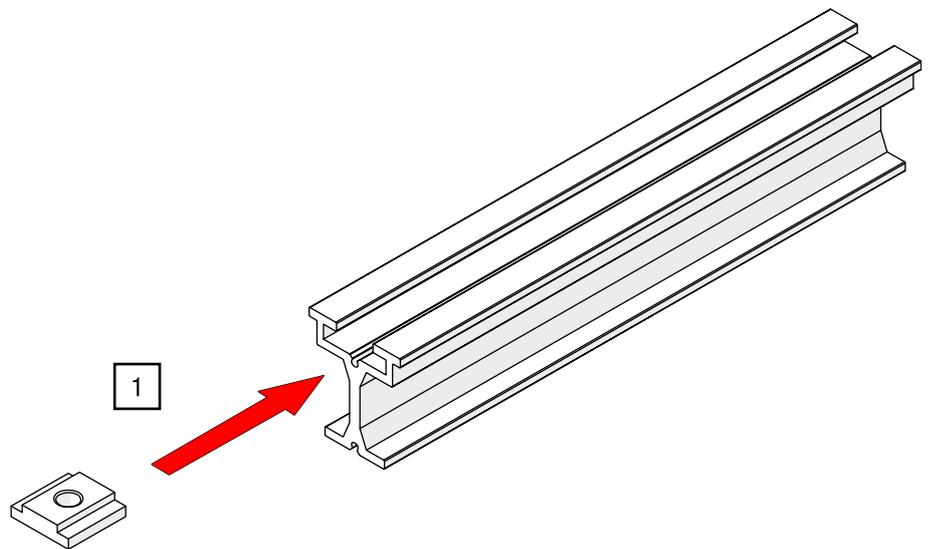

Abb. 57: Einschubnutenstein
1. Schieben Sie den Einschubnutenstein in das Profil (siehe Abb. 57).